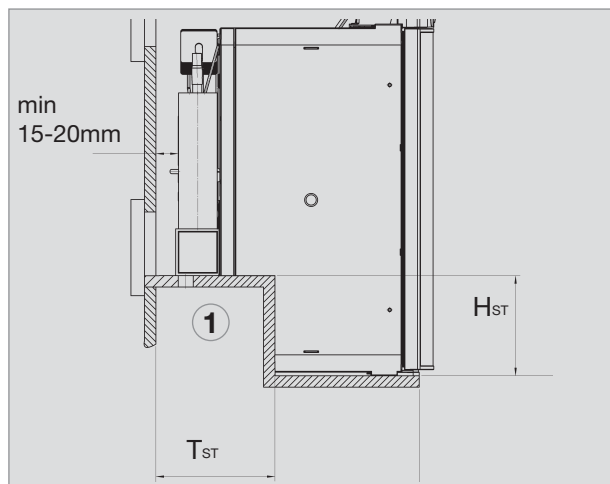

Fig. 26
O frigorífico deve ser instalado num encaixe **prova de correntes de ar** (veja também "4.1.4"). O estágio (1) (fig. 26) só é necessário em armários sobre roda. A superfície do encaixe deve estar nivelada, permitindo que o aparelho seja facilmente deslocado para a posição correcta. A superfície deve ser suficientemente firme para suportar o peso da aplicação.